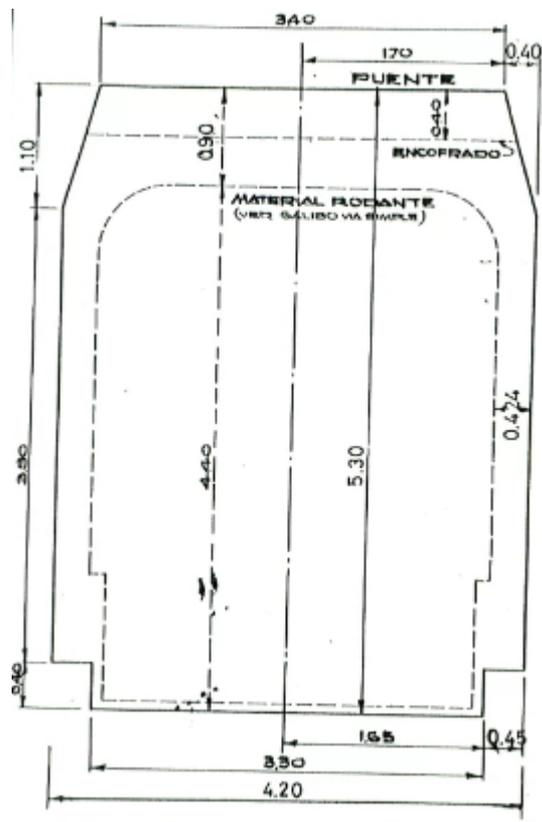

Figura 2
- El gálibo ferroviario a respetar será el indicado en la *Figura 2*.